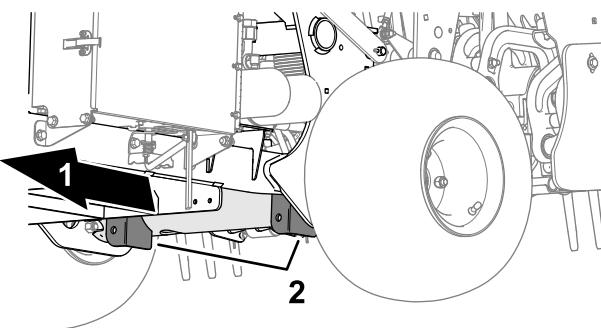

図 128
3. 後ホイールのすぐ内側にあるフレームプレートの下にジャッキを確実に置く**図 128**。